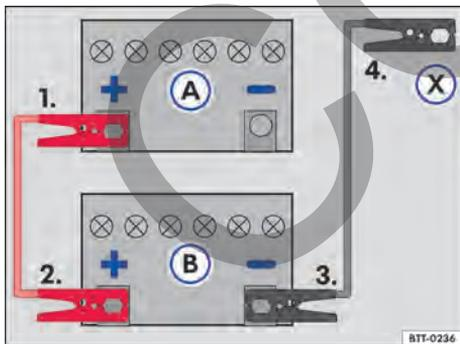

Fig. 165 Esquema para la conexión de los cables auxiliares de arranque: batería del vehículo descargada (A) y batería del vehículo que provee la corriente (B).
Leyenda para → fig. 165:
- Conectar un extremo del cable auxiliar de arranque rojo al polo positivo → fig. 165 Ⓐ de la batería del vehículo con la batería del vehículo descargada (A) → ⚠.
- Conectar el otro extremo del cable de arranque auxiliar rojo al polo positivo Ⓐ de la batería del vehículo que suministra corriente (B).
- Conectar un extremo del cable de arranque auxiliar negro al polo negativo ⓧ de la batería que brinda corriente (B) al vehículo.
- Conectar el otro extremo del cable de arranque auxiliar negro (X) al vehículo con la batería del vehículo descargada en una pieza maciza de metal atornillada firmemente al bloque del motor o en el mismo bloque del motor - aunque no cerca de la batería (A) → ⚠.